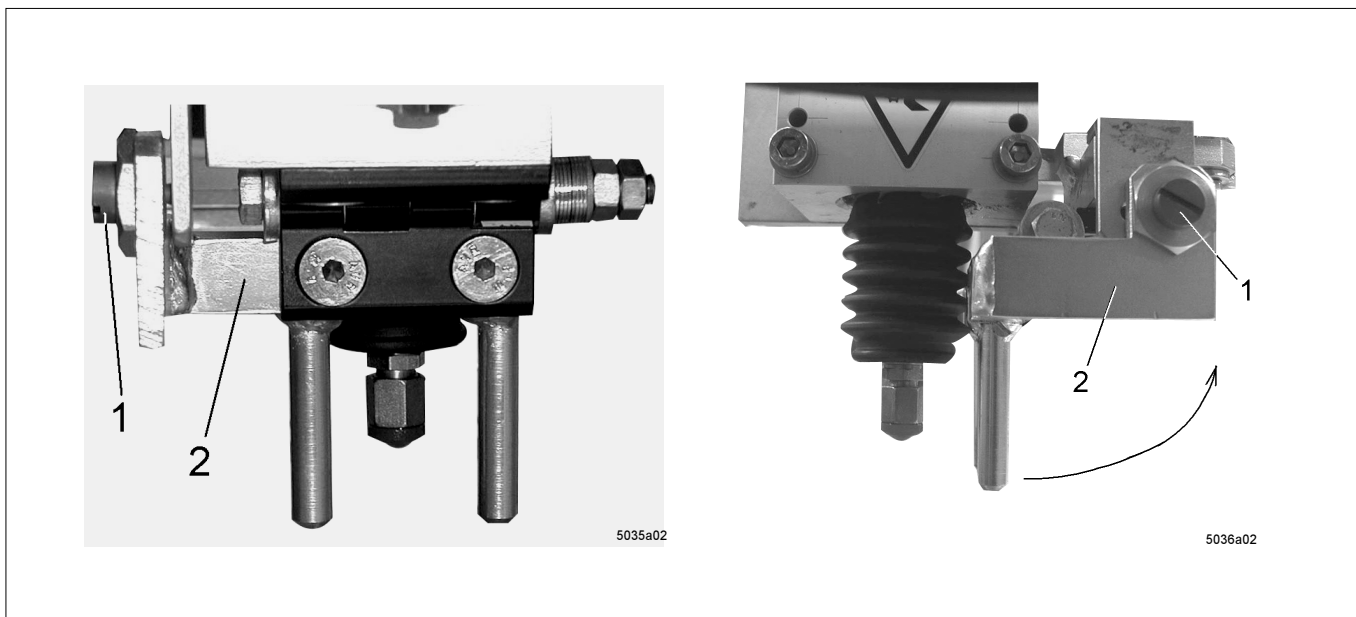

Abb. 5: Sollbruchstelle
Sollbruchstelle (siehe Abb. 5):
- Eine Kerbschraube (Abb.5, Pos. 1) als Sollbruchstelle verhindert große Schäden z.B.
- für den Fall, daß der Mitnehmer (Abb. 5, Pos. 6) noch im Eingriff ist, während der Schlitten (Abb. 2, Pos. F) bereits auf einen Anschlag am Rahmen prallt,
Nach dem Bruch der Kerbschraube (Abb.5, Pos. 1) schwenkt der Mitnehmer (Abb.5, Pos. 2) bei Weiterfahrt der Kette aus der Kette heraus; die Kette wird nicht mehr durch schädigende Kräfte belastet.